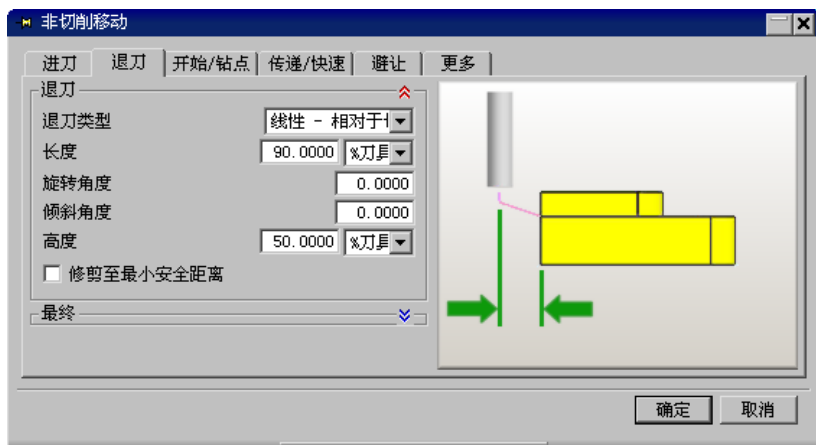

图 3.6.13 “退刀”选项卡
Step2. 单击“非切削移动”对话框中的 **退刀** 选项卡, 其参数设置如图 3.6.13 所示, 其他选项卡中参数设置采用系统的默认值, 单击 **确定** 按钮完成非切削移动参数的设置。